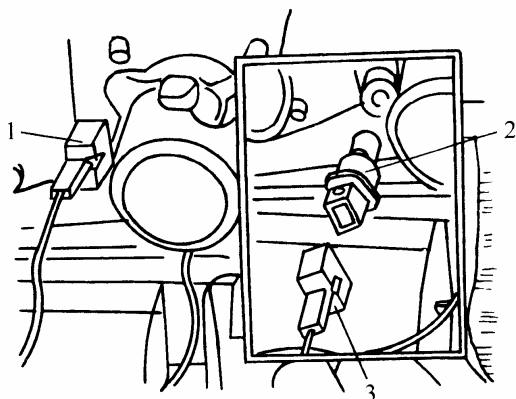

图 9-85 前示廓灯的拆卸
(1) 拆卸 前示廓灯的拆卸如图 9-85 所示, 将灯座旋转 1/4 圈即可取出, 卸下灯泡。